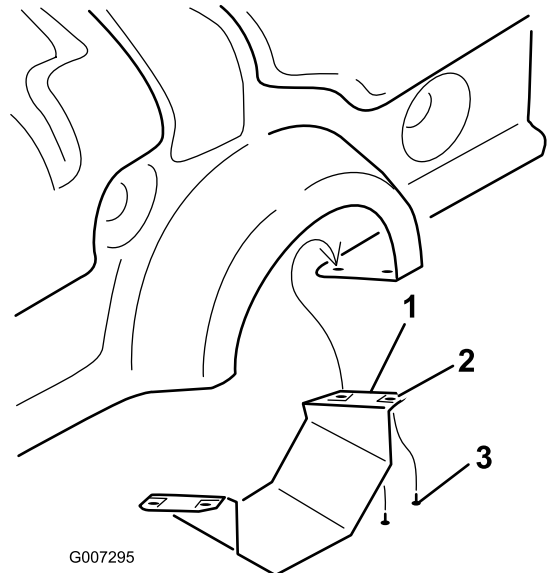

Figure 10
- Sur le ProCore 864 uniquement, déposez la protection inférieure de PDF (Figure 10).